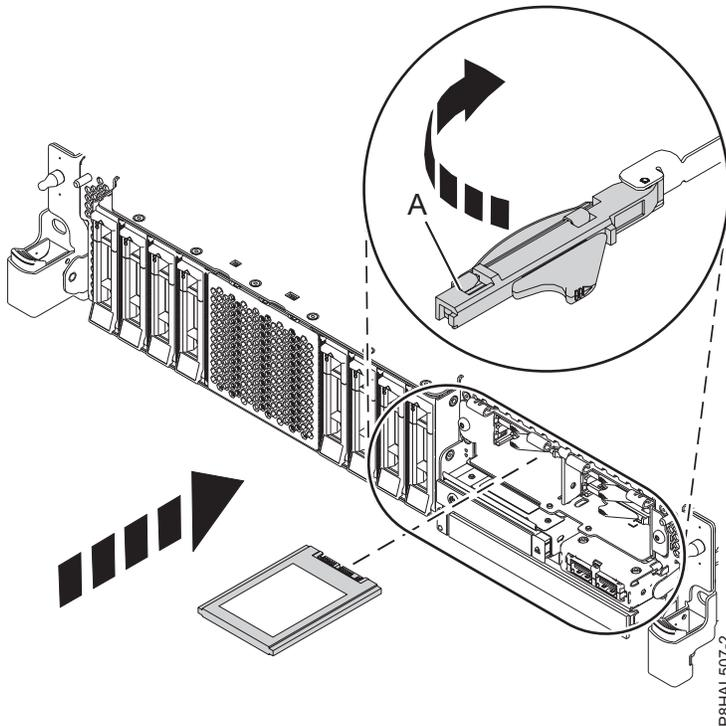

Abbildung 68. Solid-State-Laufwerk in einem System mit erweiterten Funktionen austauschen
15. Der Griff des Solid-State-Laufwerks (**A**) muss in der entriegelten Position sein, während Sie ihn nach außen ziehen, um auf die Führungsschienen im Steckplatz des Solid-State-Laufwerks zugreifen zu können. Stützen Sie das Solid-State-Laufwerk unten mit Ihrer Hand, wenn Sie es an den Führungsschienen im Steckplatz des Solid-State-Laufwerks ausrichten. Siehe Abb. 68 auf Seite 76.
20. Verriegeln Sie das Laufwerk, indem Sie den Griff (**A**) in die gezeigte Richtung drehen. Siehe Abb. 68 auf Seite 76.